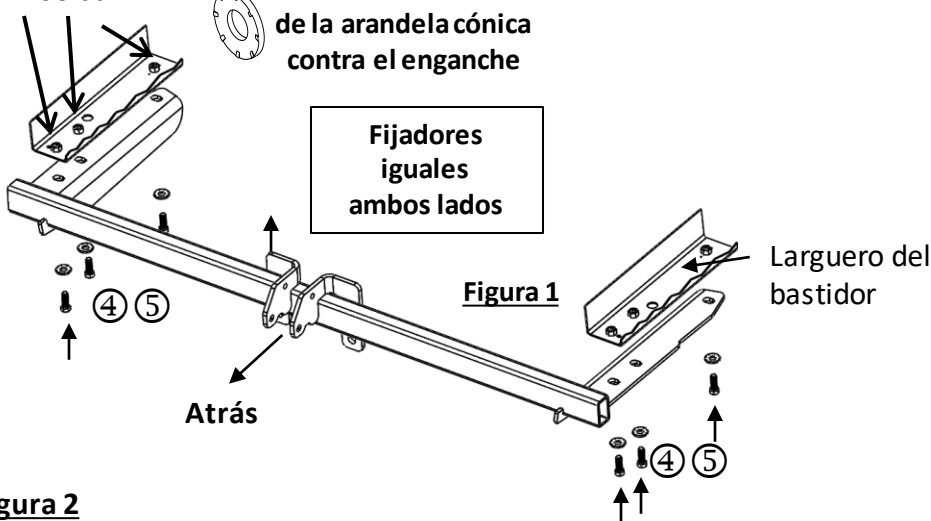

Figura 1
⑥	Cant. (1)	Tarjeta de advertencia
⑦	Cant. (2)	Etiqueta de advertencia
1. **Quitar el panel de apariencia inferior y las solapas de barro:** (a) Quitar el panel de apariencia; usar un destornillador de estrella, herramienta de eliminación de paneles y un cubo de 10 mm para extraer (4) remaches y (2) tornillos del panel de apariencia inferior en el lado del conductor. (b) Quitar la solapa de barro en cada lado, si la hubiera, quitando los (3) tornillos de estrella. Guardar el panel inferior y las solapas de barro para la reinstalación.
2. **Quitar la fascia del parachoques:** (a) Usar la herramienta de eliminación de paneles para extraer (2) remaches plásticos de la fascia central inferior. Para el modelo con puerta levadiza manos libres, habrá (6) remaches plásticos. (b) Usar un destornillador de estrella para quitar (3) tornillos del forro del receptáculo de la rueda en cada lado. (c) Abrir el maletero y usar brocas hexagonales de 3/16" o 5 mm para quitar (2) tornillos de cabeza plana de cada lado. (d) Usar las herramientas de recortar paneles plásticos para retirar suavemente la fascia plástica empezando desde los bordes exteriores cerca de los receptáculos de las ruedas. (e) Desconectar el cableado de la fascia en cada lado si está presente.
4. **Instalar el enganche:** Levantar el enganche a su posición y deslizarlo con cuidado hacia el tubo de escape del lado del pasajero primero. Instalar sin apretar pernos M12 (4) y arandelas cónicas (5) en el enganche, ver la Figura 1. Es posible que sea necesario doblar o rectificar los pernos para asegurar el ajuste del enganche como se muestra en Figura 4.